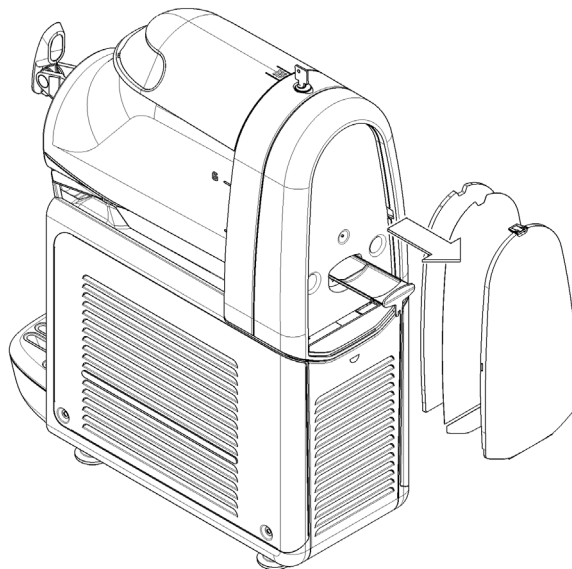

figura 22
**2** Eliminar eventuales restos de producto del interior del evaporador extrayendo el correspondiente cajón tal como se indica (ver figura 22).